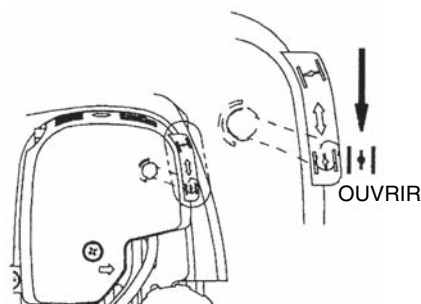

Figure 5
- (6) Lorsque le moteur démarre, ouvrir le levier de réglage. (Figure 5)
- (7) Augmenter la température pendant deux ou trois minutes.
- (8) Le réchauffage est terminé lorsque le moteur passe rapidement de la vitesse de faible régime à celle de plein régime.